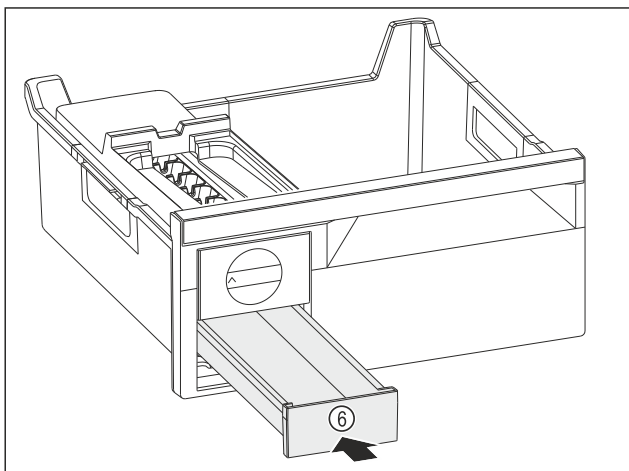

Fig. 202
- ▶ Вдвиньте выдвижной ящик для кубиков льда Fig. 202 (6).